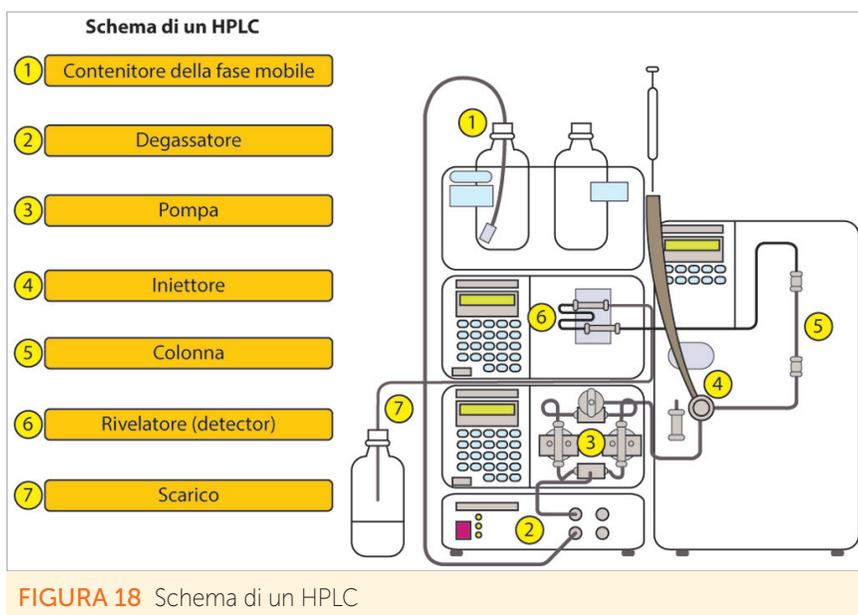

FIGURA 18 Schema di un HPLC
Nella FIGURA 18 è schematizzato un tipico apparecchio per **HPLC**. Esso è composto da uno o più contenitori delle fasi mobili (1), da un apparato degassatore (2), da una pompa ad alta pressione (3), da un sistema d'iniezione (4), dalla colonna rinchiusa in un apparato a termostatazione controllata (5), dall'apparato rivelatore (6) e dallo scarico (7). La separazione può essere condotta, attraverso un dispositivo **programmatore**, impiegando un singolo eluente (**eluizioni isocratiche**), o una miscela di eluenti (**eluizioni a gradiente**). Tutte le modalità del tipo di eluente da impiegare nell'analisi vengono scelte dall'analista che programma lo strumento. Lo strumento poi, in automatico, esegue tutte le istruzioni programmate. Il singolo solvente o la miscela di più solventi, una volta prelevati automaticamente dai loro contenitori, vengono degassati. Se infatti vi sono dei gas disciolti vengono eliminati attraverso l'impiego di ultrasuoni.